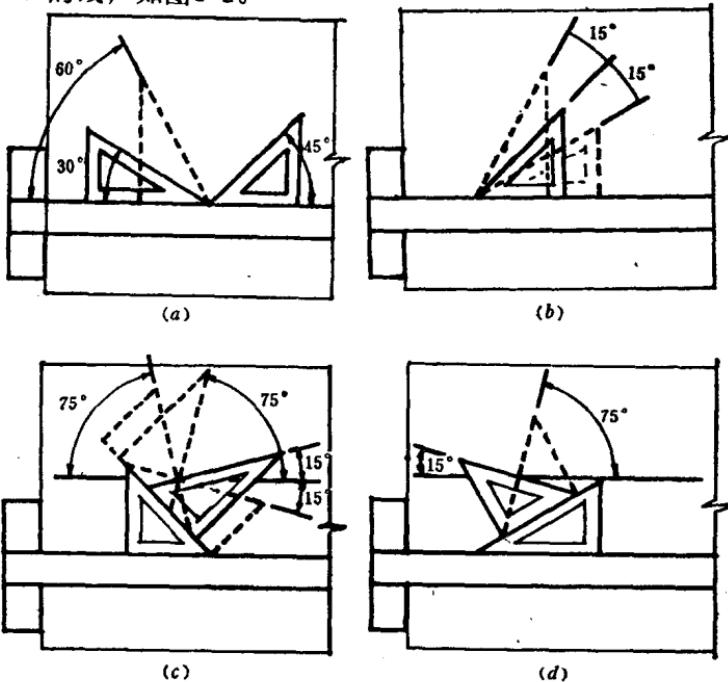

图 1-2 三角板与丁字尺配合画各种角度和斜线
(1) 三角板的角度。三角板分 45° 和 60° 两种。三角板与丁字尺配合使用时，可画出 15° 、 30° 、 45° 、 60° 、 75° 和 90° 的线，如图1-2。